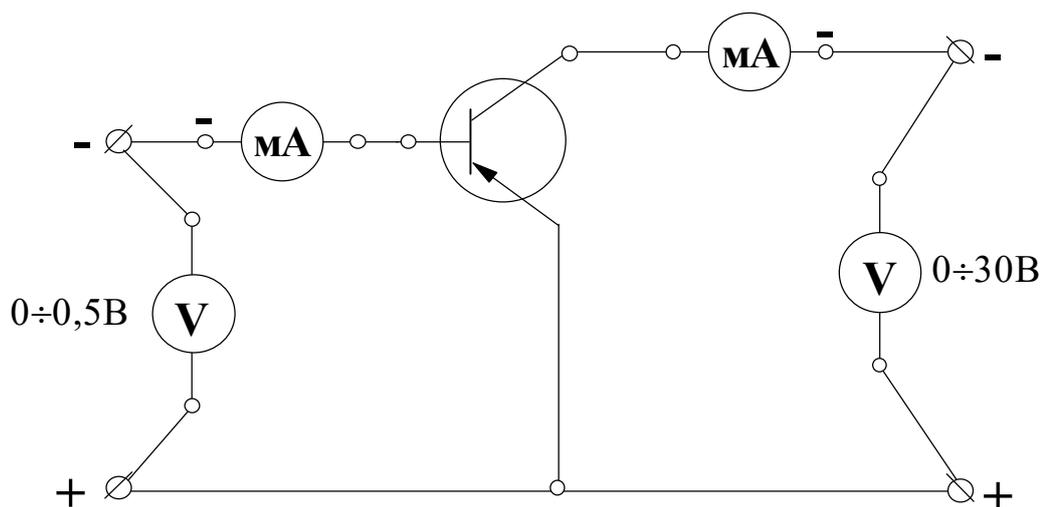

Рис. 7.6. Рабочая схема для снятия характеристик транзистора
2. Соберите цепь, изображенную на рис. 7.6.